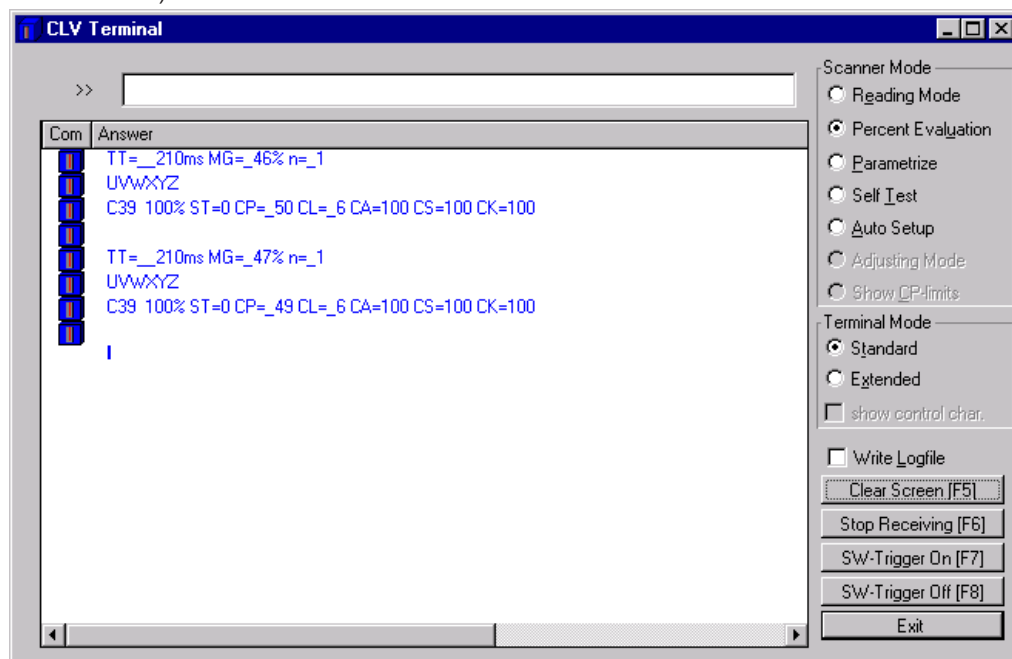

Fig. 16. Mode pourcentage („*Percentage Evaluation*“) fenêtre „*TERMINAL*“ du logiciel
- Dans la fenêtre (*fig. 16*) qui s'ouvre, cliquer à droite sur „*POURCENTAGE*“ (PERCENT EVALUATION)